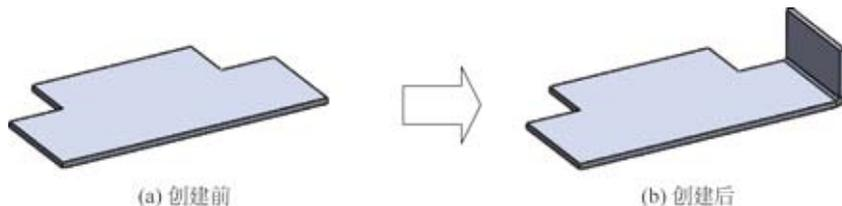

图 5.8 边线法兰
下面以创建如图 5.8 所示的钣金为例，介绍创建边线法兰的一般操作过程。
-  文本框：用于设置边线法兰的附着边。可以是单条边线，如图 5.8 (b) 所示，也可以是多条边线，如图 5.11 所示，还可以是曲线边线，如图 5.12 所示。